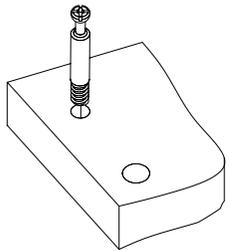
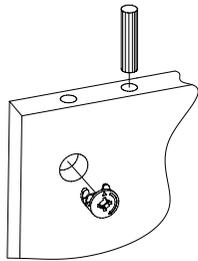

Рис.3
Рис.4
2. Вкрутите шпильки минификсов в детали 1, 3, 4, 5 (Рис. 3). Затем вставьте головки минификсов и шканты в детали 2, 4, 5, 6, 7, 8, 9 (Рис. 4).